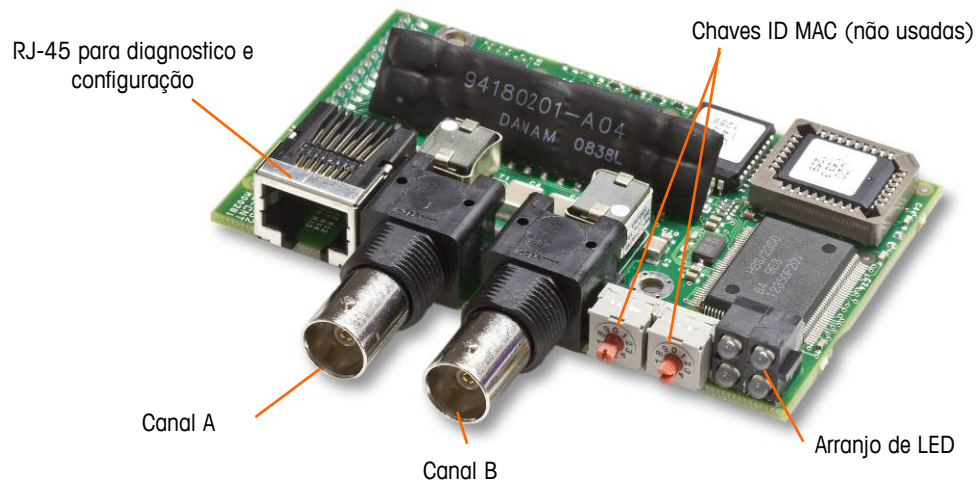
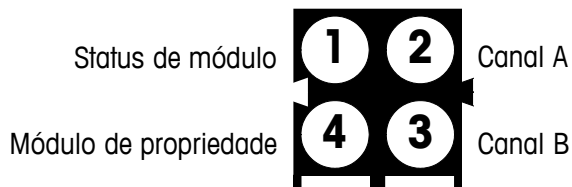
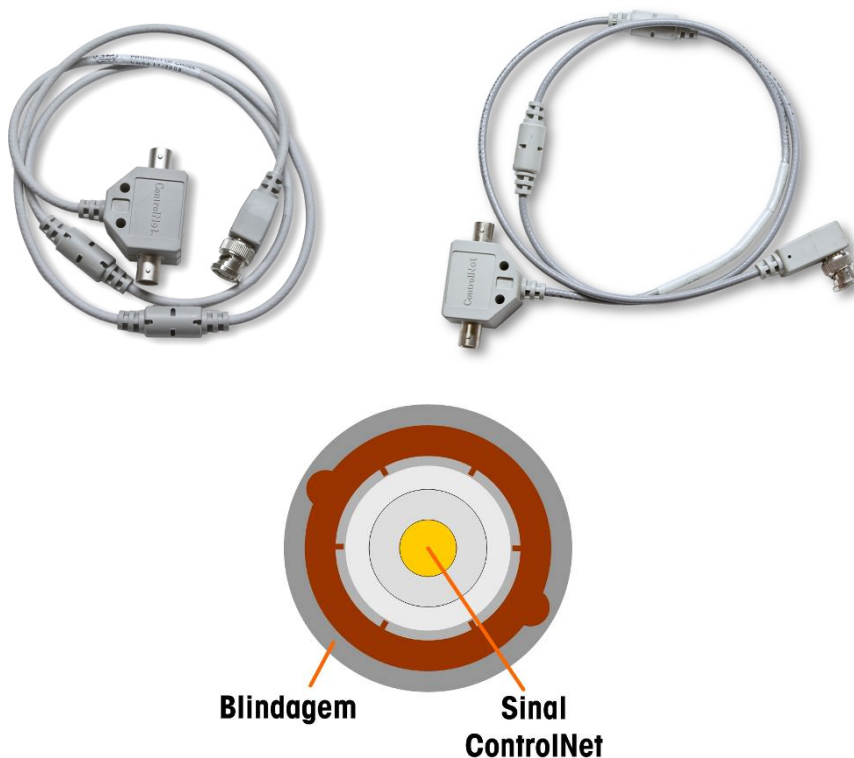

Figura 2-99: Conexões e componentes do módulo ControlNet CLP
Figura 2-100: LEDs indicadores de status de ControlNet
Figura 2-101: Cabos e conector ControlNet
O Módulo ControlNet CLP (Figura 2-99) conecta a rede ControlNet através de um ou dois cabos coaxiais (Figura 2-101). O Canal B e o Canal A são redundantes, e é usado, a menos que o ControlNet não detecte sinal no Canal A. Observe que o endereço do módulo é definido no software, e as chaves de ID MAC indicadas na Figura 2-99 não são usadas.
- Não plugue um cabo Ethernet no conector RJ-45 mostrado à esquerda na Figura 2-99. Podem ocorrer danos ao IND780.
A Figura 2-100 mostra o arranjo de LEDs indicadores de status na placa ControlNet (veja também a Figura 2-99).
A Figura 2-101 mostra um exemplo de um cabo ControlNet, e uma vista aproximada do conector. Observe que o conector pode ser direto ou ter ângulo reto, como visto aqui. Este cabo é fornecido pela METTLER TOLEDO.